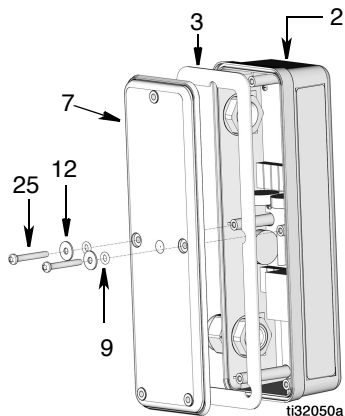

图 34
4. 从 PAC 盖板 (7) 取下两个螺丝 (12)、垫圈 (25) 和 O 形圈 (9)，并从 PAC 电气外壳取下盖板和密封件 (3) (图 34)。
5. 在 PAC 盖板 (7) 中安装密封件 (3) (图 34)。
6. 在 PAC 外壳 (2) 上安装盖板。验证盖板和外壳中的所有螺丝孔是否已正确对齐 (图 34)。